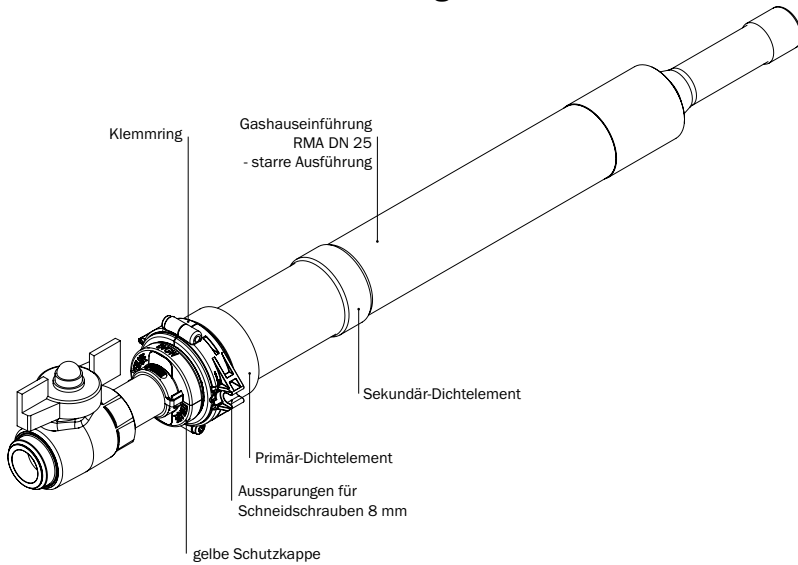

Abbildung 5.2: Montageset Verdreh- und Ausreißsicherung für RMA Gashauseinführung DN 25 (starre Ausführung)
5.2. Installation - starre Ausführung (s. Abbildung 5.2)